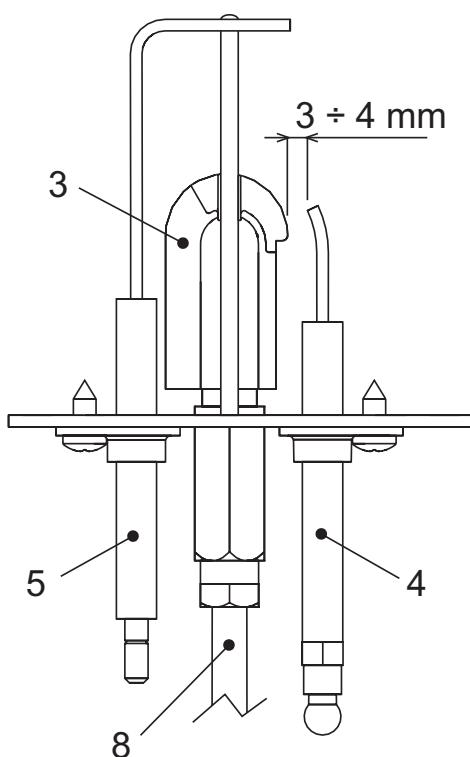

fig. 11 -
- Электроды должны быть установлены правильно и не иметь следов накипи (см. рис. 11).
Проверьте правильность позиционирования электродов, а также отсутствие на них отложений (смотреть рис. 11).